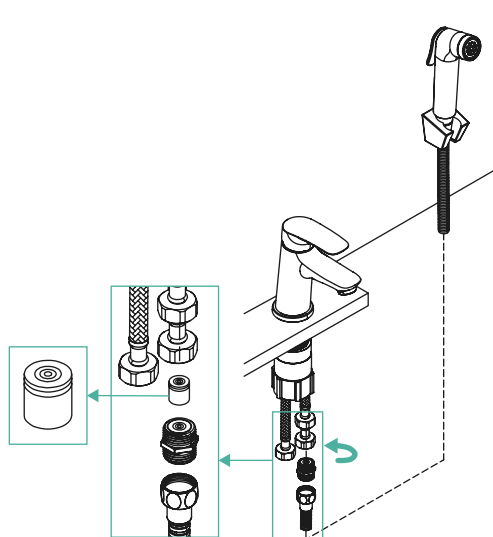

Рис. 5
- Внимание!** Штуцер с обратным клапаном должен вкручиваться обратным клапаном в подводку, а стороной с отверстиями – в шланг для душа (рис.5).